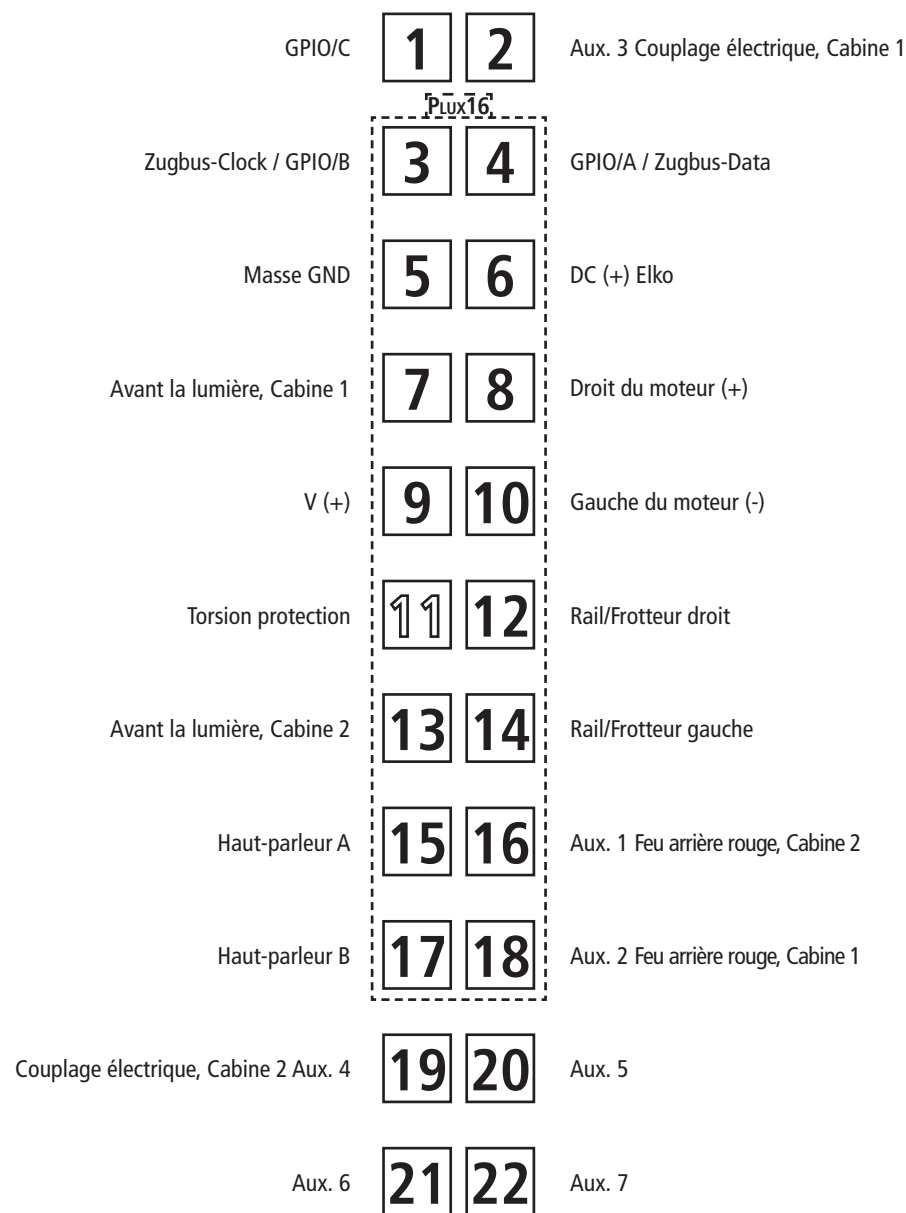
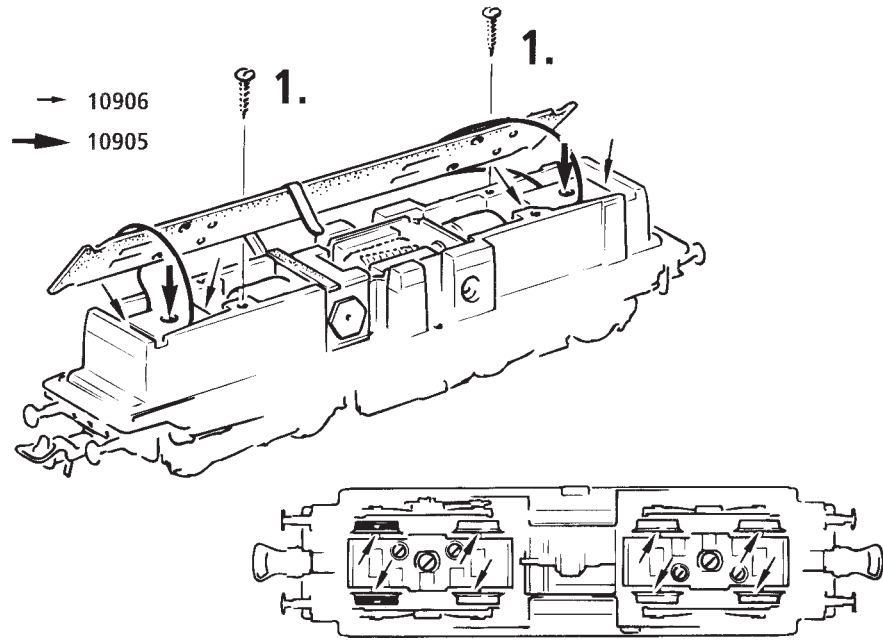
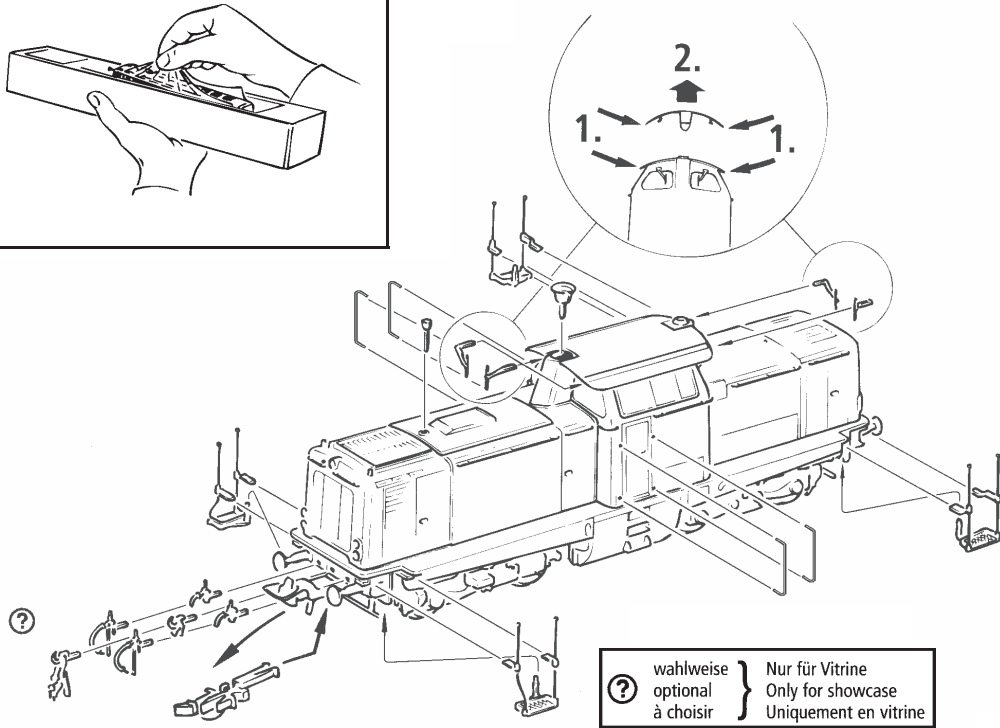

Fig. 7
Fig. 9
Fig. 3
2. Schmierung: Versehen Sie die im Schmierplan in Fig. 7 gekennzeichneten Stellen mit nur **kleinen Öltröpfen**. Dazu zuerst das Lokgehäuse abnehmen (Fig. 3). Wir empfehlen den **ROCO Öler Art.-Nr. 10906**. Fürs Schmieren der Getriebeteile (Zahnräder, Schnecke) empfehlen wir das **ROCO-Spezialfett Art.-Nr. 10905**. Im Falle der Schmierung diese Teile **nicht ölen**.
Mehrzugbetrieb: Zuerst Lokgehäuse abnehmen (Fig. 3). Danach den Brückenstecker aus der Schnittstelle entfernen (diesen sorgsam aufbewahren). Danach den Stecker des Steuerbausteins lagerichtig einsetzen (siehe Fig. 9).
4. Kohlebürstenwechsel: Lokgehäuse abnehmen (Fig. 3). Danach wird der Motor ausgebaut und die Kohlebürsten ausgewechselt (Fig. 6).
2. Lubrication: Apply **tiny oil drops** to spots marked in fig. 7. Prior to lubrication dismantle locomotive (fig. 3). We recommend using item no. **10906, Roco oiler**. For lubrication the gearparts (e.g. cogwheels, worm) we should recommend our Roco **special grease** (item no. **10905**).
Remove the jumper from the interface. Finally put the plug of the chip into the interface as shown in fig. 9.
4. Carbon Brush Changing: First remove loco body (fig. 3), and then the motor (fig. 6).
2. Graissage: N'appliquez **qu'une toute petite goutte** aux endroits indiqués par le plan de graissage (fig. 7) après avoir démonté la caisse de la locomotive (fig. 3). Nous vous recommandons **le graisseur à huile Roco réf. 10906**. Pour graisser les engrenages (roues dentées, vis sans fin) nous vous conseillons la **graisse spéciale Roco réf. 10905** pour engrenages en matières synthétiques. Lorsque vous utilisez cette graisse il faut éviter d'huiler ces composants.
4. Remplacement des balais du moteur: Démontez la caisse (voir fig. 3). Démontez ensuite le moteur et échangez le balais (fig. 6).